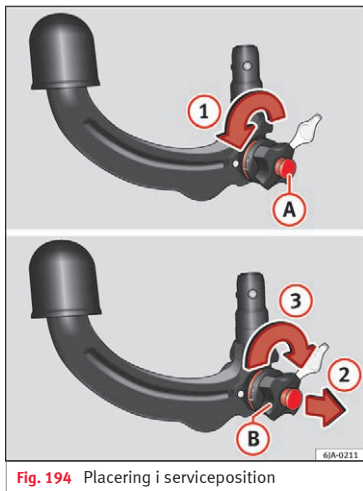

Fig. 194 Placering i serviceposition
- Drej nøglen (A) helt i pilens retning (1) » Fig. 194.
- Tag håndhjulet (B) ud i pilens retning (2) med højre hånd, og drej det helt i pilens retning (3).